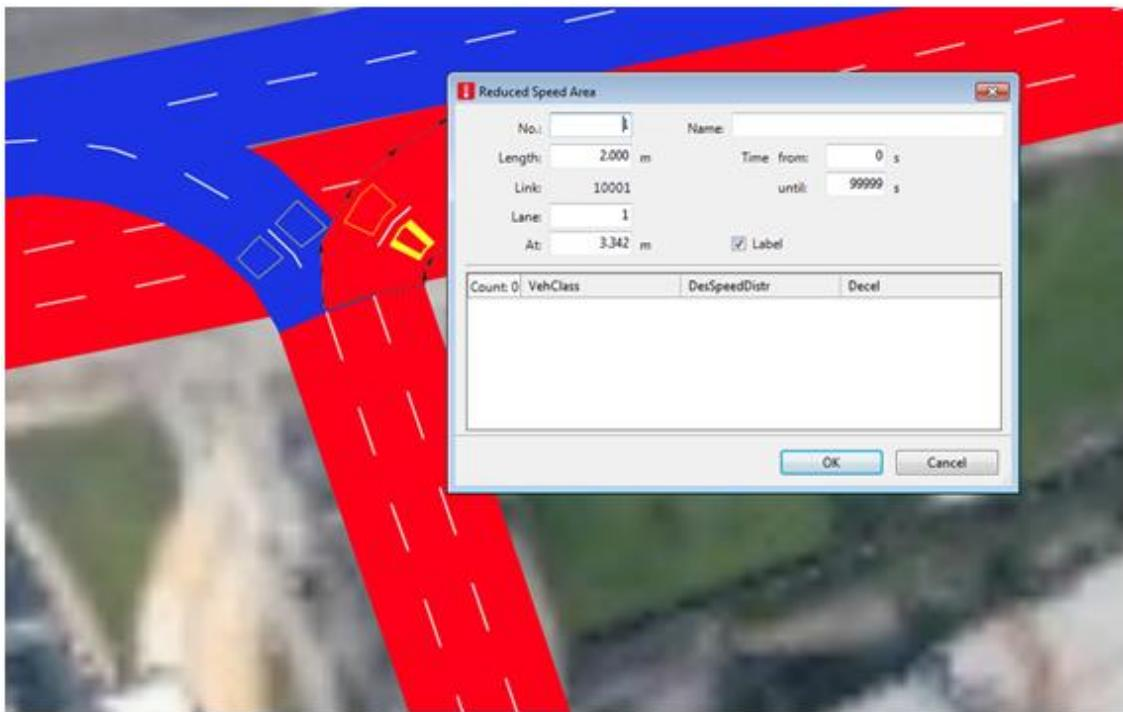

Figura 15
25. Será utilizado um comprimento de 2 metros. Clique OK (Figura 15).